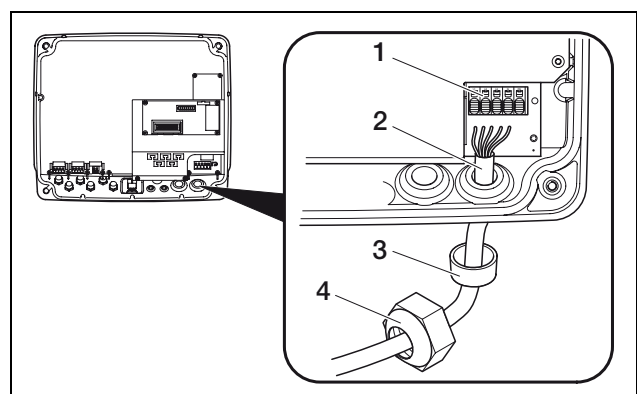

Abbildung 8: Netzzuleitung verlegen
- Fädeln Sie erst die abgeschraubte Überwurfmutter (4 in Abbildung 8) und dann den Dichtring (3 in Abbildung 8) auf die Netzzuleitung.